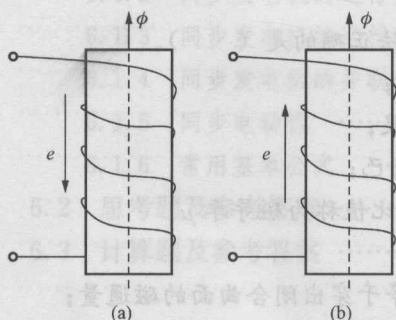

图 1-3
- A. 与图 1-3 (a) 的 ϕ 、 e 方向设定一致;
- B. 与图 1-3 (b) 的 ϕ 、 e 方向设定一致;